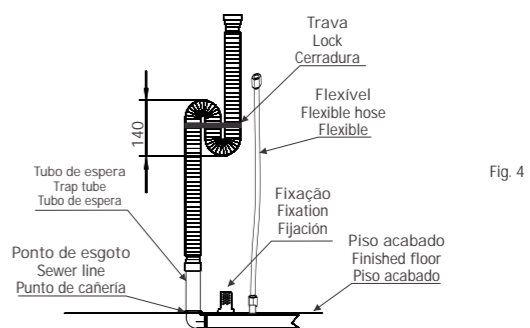

Fig. 4
- 5** Conectar o sifão corrugado (Item 08) no tubo de espera do esgoto. Ligar os flexíveis (Item 09) nas luvas ou cotovelos de entrada d'água. Dobrar o sifão para formar o selo hidrico e conectá-lo na válvula. Colocar a trava no selo para melhor fixação do sifão. Fig. 4.
Connect the corrugated siphon (item 08) to the trap tube. Connect the flexible hose (item 09) to the 1/2" sleeves or elbows of the floor water points. Bend the corrugated siphon to create the hydric seal and connect it to the drain valve. Attach the lock on the hydric seal for better fixation of the siphon. Fig. 4.
Ligar el sifón corrugado (item 08) en el punto de alcantarilla. Ligar los flexibles (item 09) en las curvas 90° x 1/2" o bujes en los puntos de agua en el piso. Doblar el sifón para formar el sello hidráulico y ligarlo en la válvula de desagüe. Poner la cerradura en el sellado para una mejor fijación del sifón. Fig. 4.